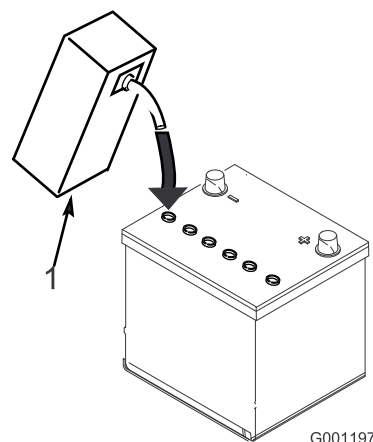

図 4
3. 各セルの電極板が液面下 6 mm程度に水没するまで、電解液を慎重に入れる (図 4)。
4. 電極板が液を吸収するまで20~30分間程度待つ。必要に応じて、電極板が 6 mm程度水没するぐらいに電解液を補充する (図 4)。